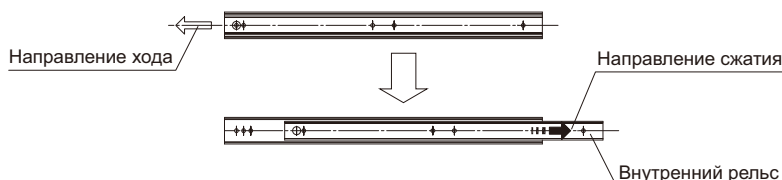

Рис.5
* На следующих моделях крепление внутреннего рельса выполняется при смещении его в направлении сжатия, как показано в Рис.5. При этом не следует извлекать внутренний рельс из наружного, так как установить его на место будет сложно.